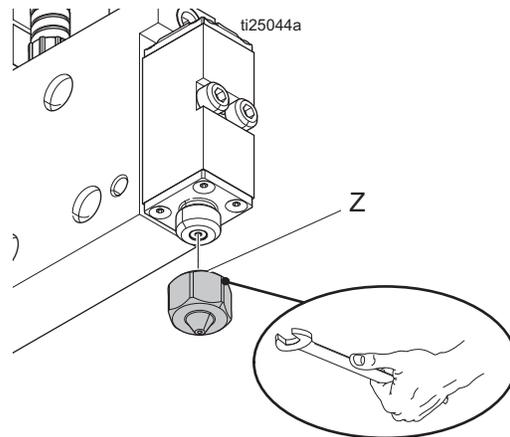

ABB. 9
2. Sicherstellen, dass die Düse (Z) abgenommen ist. Siehe **Abb. 9**.
5. Manuellen Override-Schalter (M) betätigen, um das Magnetventil manuell auszulösen.